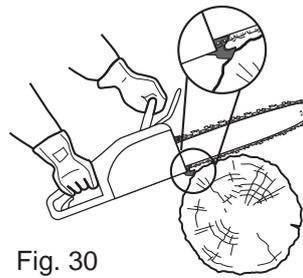

Fig. 30
- > La chaîne à scie (3) doit atteindre sa vitesse de régime avant d'entrer en contact avec le bois. Utiliser la griffe d'abattage (18) pour placer l'outil sur le bois avant de commencer à couper, et l'utiliser comme levier durant la coupe (Fig. 30).